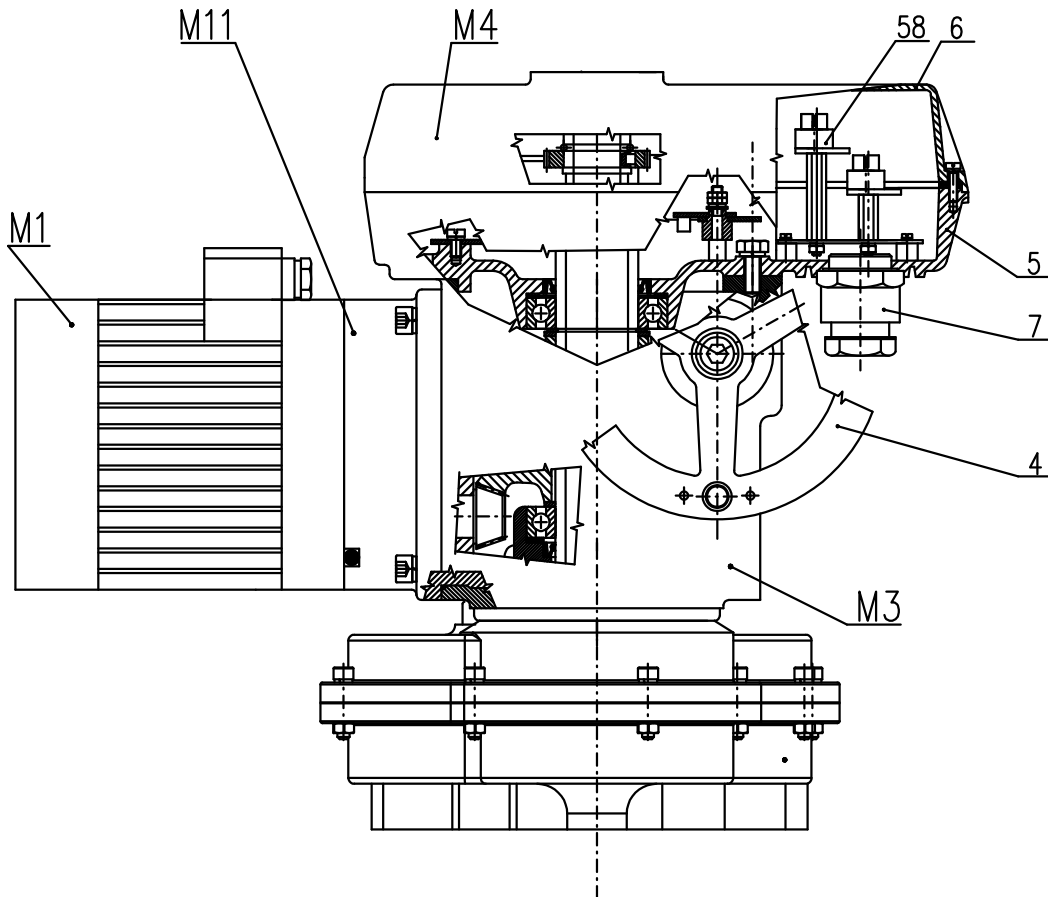
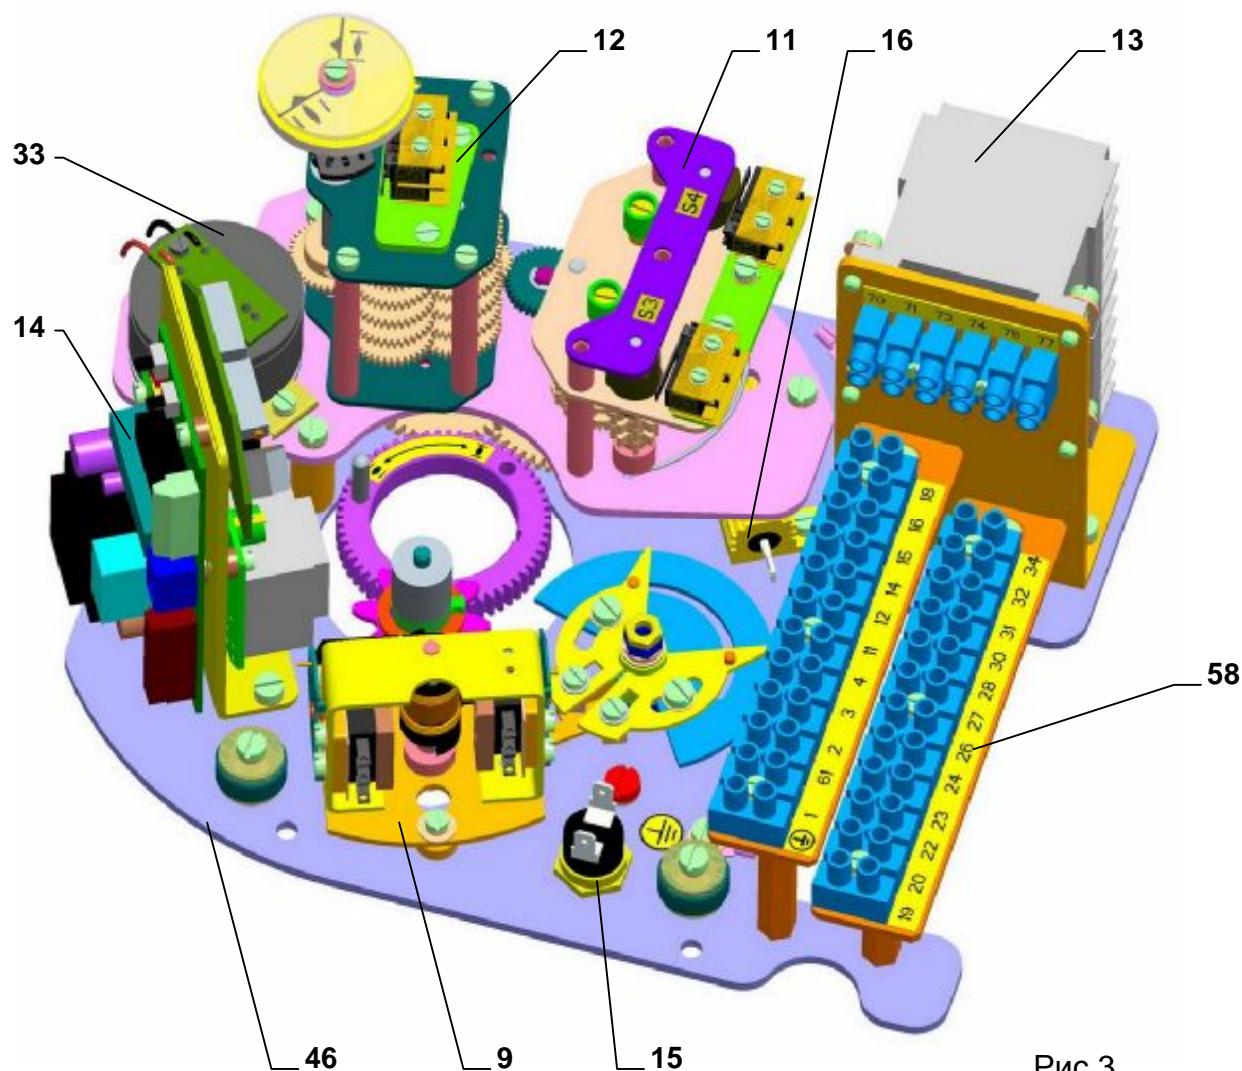

Рис. 1
Рис.3
ЭП МО многооборотные состоят из следующих модулей (рис.1):
Модуль М4 – коробка управления (Рис. 1), помещен в верхней части ЭП и создает самостоятельное функциональное целое. Верхнюю часть образует кожух коробки управления. Нижняя часть коробки управления включает шкаф силовой передачи и создает несущую часть передачи управляющей плиты (Рис.3).
- блок положения (11)
- блок сигнализации с передаточным звеном (12)
- блок моментного выключения (9)
- блок датчика (33) (для спецификации ЭП)
- отопительный элемент (16) с тепловым реле (15)
- регулятор положения (только для ЭП МО с регулятором положения) (14)
- реверсивные контакторы (13) (для спецификации ЭП)
- электрическое включение через клеммные колодки (58), расположенные в коробке управления и кабельных концевых втулок (7) (рис.1), или конектора с кабельными концевыми вводами